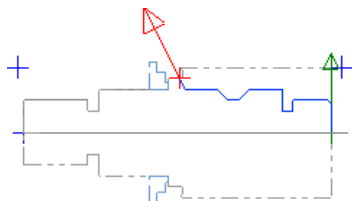

图 19.14 选取加工轮廓
Step2. 定义加工轮廓。在该对话框中选中 ☒ **接续** 复选框，然后在图形区中依次选取图 19.14 所示的加工轮廓线（中心线以上的部分）。单击 按钮，系统弹出“车床粗加工 属性”对话框。